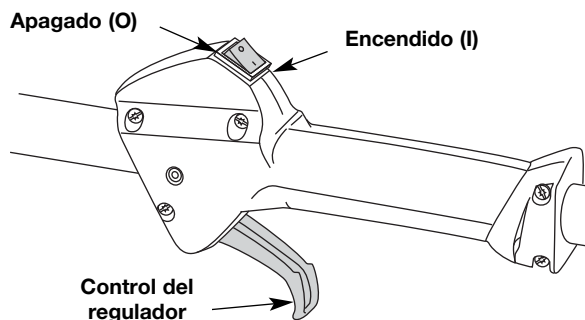

Fig. 9
2. Oprima y mantenga oprimido el control de encendido y apagado en la posición de **APAGADO** (O) hasta que el motor se detenga por completo) (Fig. 9).